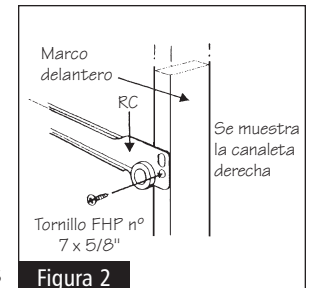

Figura 2
Coloque el ensamblaje de la canaleta derecha (RC, por sus siglas en inglés) y el de la canaleta izquierda (LC, por sus siglas en inglés) en el gabinete. Consulte la figura 2 para ver la apariencia y la posición correctas de la (RC). Presione las espigas en las abrazaderas plásticas posteriores para que atraviesen los orificios en la parte posterior del gabinete. Cuando estén en posición, fije cada canaleta al MARCO frontal del gabinete con los tornillos FHP nº 7 x 5/8". Fije las canaletas en el marco frontal a través del orificio inferior de la canaleta y los orificios perforados de fábrica en el marco. La cabeza del tornillo debe estar al ras de la canaleta.